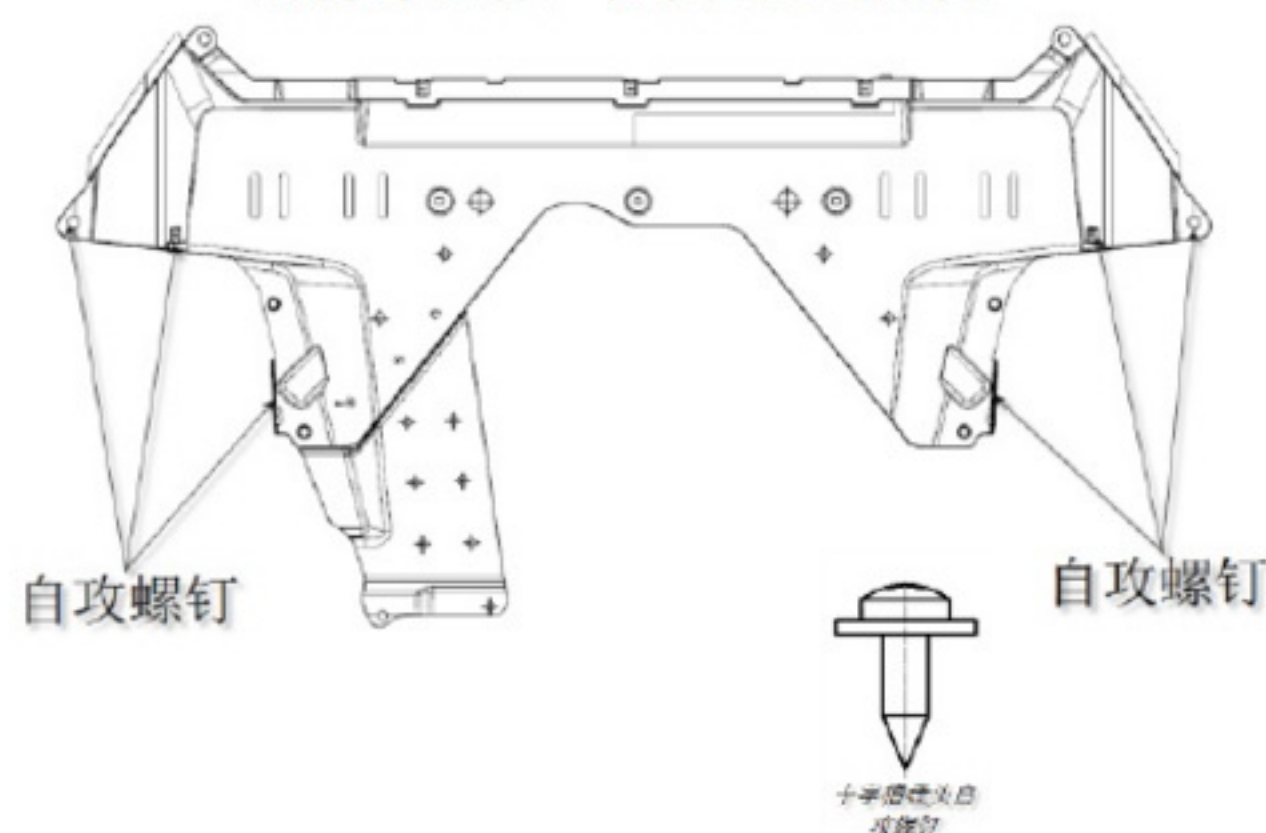

图 2-18
- (4) 用一字螺丝刀拆除发动机挡泥板与前轮挡泥板连接的 6 个自攻螺钉，即完成了发动机挡泥板的拆卸工作，如图 2-18 所示；